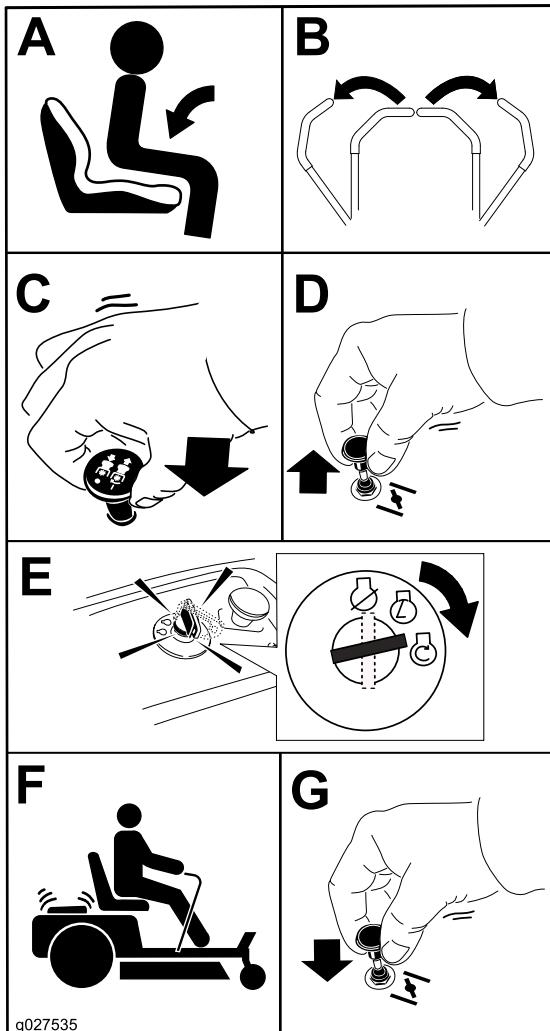

Figura 12
**Nota:** Um motor quente pode não necessitar da alavanca do ar (Figura 12).